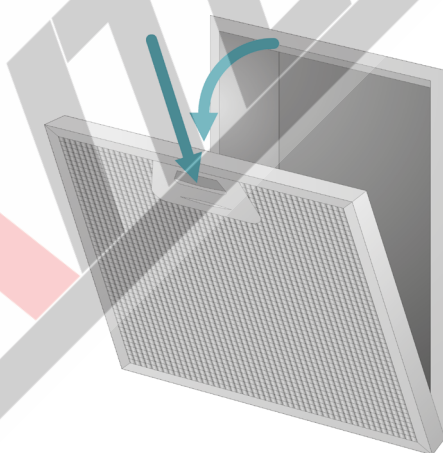

Рис. 12 Снятие алюминиевого жироулавливающего фильтра
1. Нажмите на защелки на жироулавливателе фильтре и снимите фильтр. (Рис. 12)